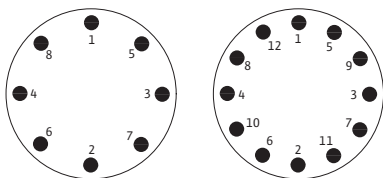

Fig. 41: Rækkefølge tilspænding af skruer
- Overhold rækkefølgen (fig. 41).